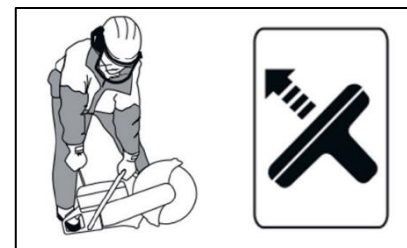

Рис. 19
6. Потяните ручку стартера (возможно несколько раз) пока двигатель не запустится (Рис. 19).